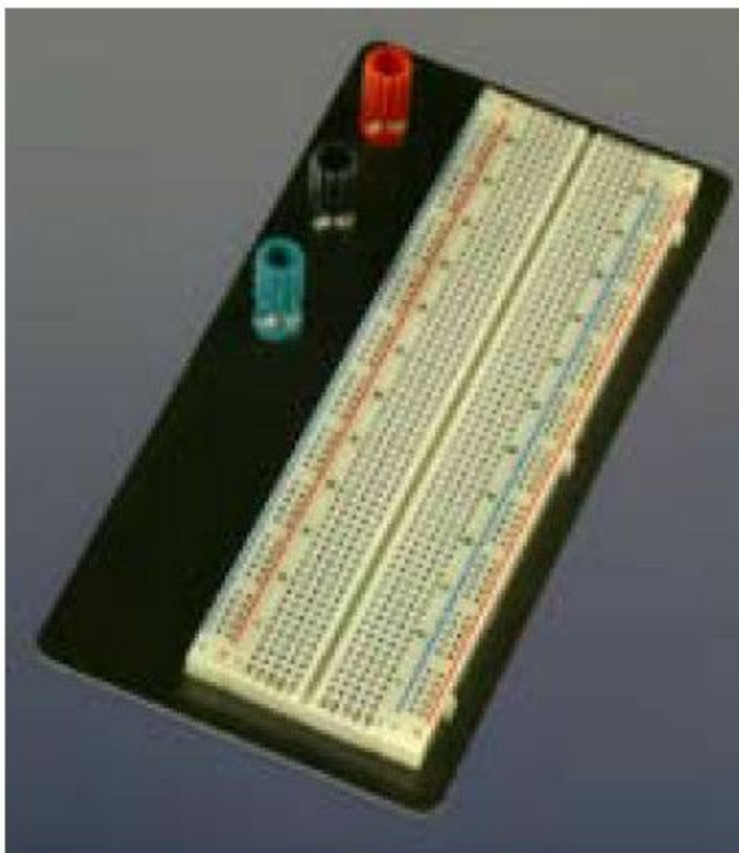
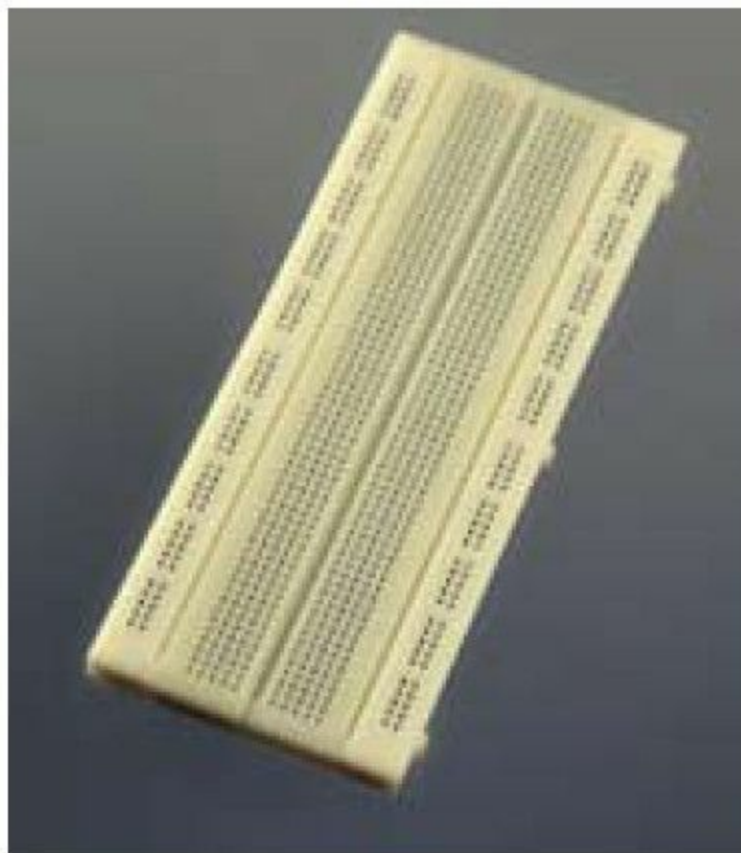

图2-2 这个面包板用于快速搭建电子电路，它有金属的底板，以及用来接电源线的螺丝端子
图2-3 这个面包板没有螺丝端子，它几乎一样方便，而且更便宜
□适合安放集成电路的面包板，数量：1 块。见图2-2、图2-3。选用RadioShack 公司的276-002，或PSP 公司制造的383-X1000，或3M 公司制造的923252，或其他类似产品。旁边安装有螺丝端子的面包板更易使用，但是比没有螺丝端子的要贵一些。